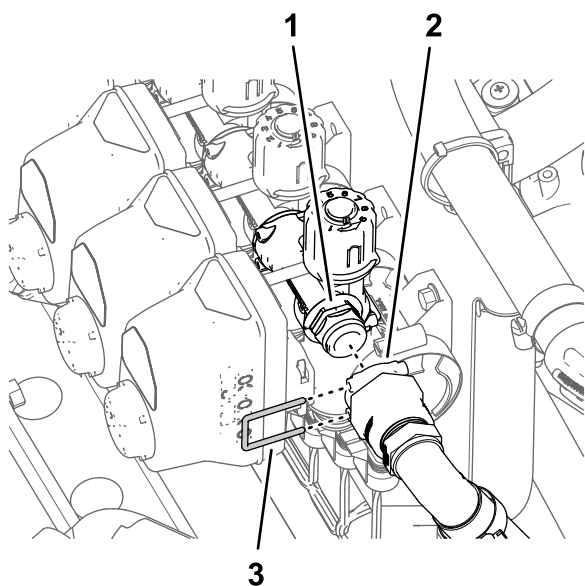

Figure 113
2. Branchez le raccord rapide mâle du flexible de dérivation au raccord rapide femelle de la soupape de dérivation sur la vanne de buse 10 (Figure 113).
3. Fixez les raccords rapides du flexible de dérivation et de la soupape de dérivation avec l'étrier (Figure 113).